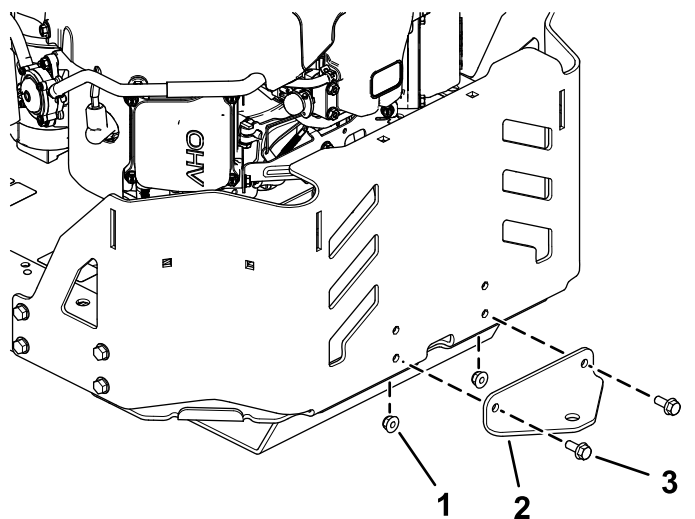

Figura 13
1. Rimuovete i 2 bulloni, i 2 dadi e la staffa di attacco preesistenti dalla parte inferiore della protezione del motore (Figura 13).